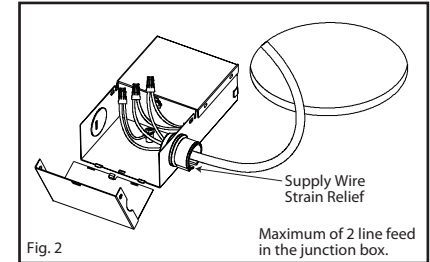

Fig. 2
3. Bring supply power into junction box through the strain relief knockout. Use the wirenuts to connect the white wire from the line feed with the white wire of the junction box. Match the black wire from the line feed with the black wire of the junction box. Match the copper wire from the line feed and with the green wire of the junction box. (Fig. 2)
3. Amener l'alimentation électrique dans la boîte de dérivation à travers la débouchure du réducteur de tension. Utiliser les marettes pour jumeler le fil blanc du secteur avec le fil blanc de la boîte de jonction. Jumeler le fil noir de secteur avec le fil noir de la boîte de jonction. Jumeler le fil de cuivre du secteur avec le fil vert de la boîte de jonction. (Fig. 2)